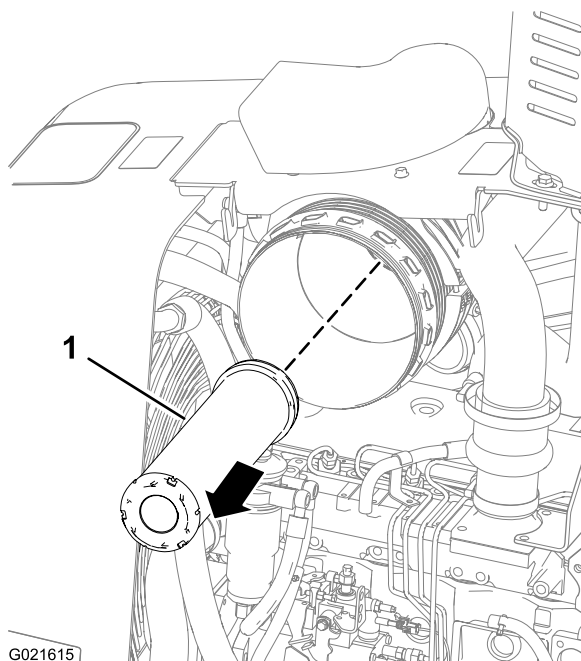

Bild 51
Ziehen Sie den sekundären Luftfiltereinsatz nach außen und nehmen es aus dem Luftfiltergehäuse heraus (Bild 51).
4. Setzen Sie den neuen sekundären Luftfiltereinsatz in das Luftfiltergehäuse ein (Bild 51).